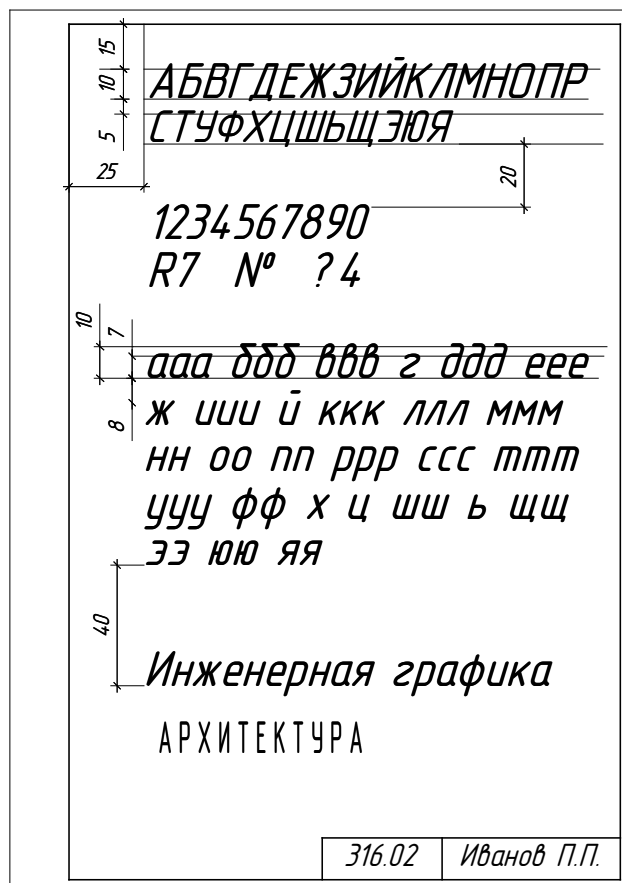

Рис.2. Пример выполнения работы № 2
**Графическая работа 2:** На формате А4 вычертить алфавит чертежным шрифтом (рис. 2).